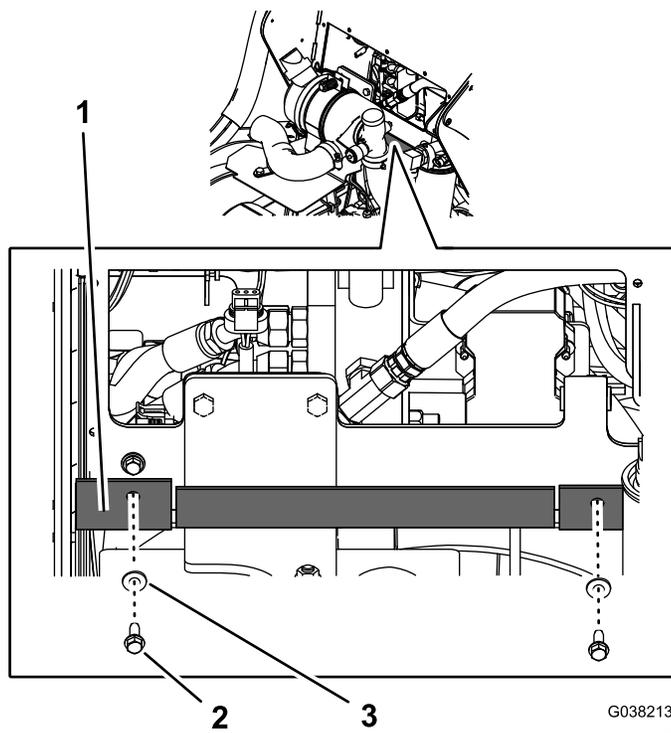

Рисунок 34
1. Совместите отверстия в резиновой перегородке (Рисунок 34) с отверстиями в нижней части рамы панели управления.